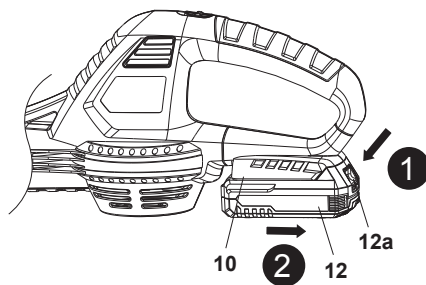

Fig. 4
2. Pressione o botão de libertação (12a) e remova a bateria (12) da porta de ligação da bateria (10) (Fig. 4).